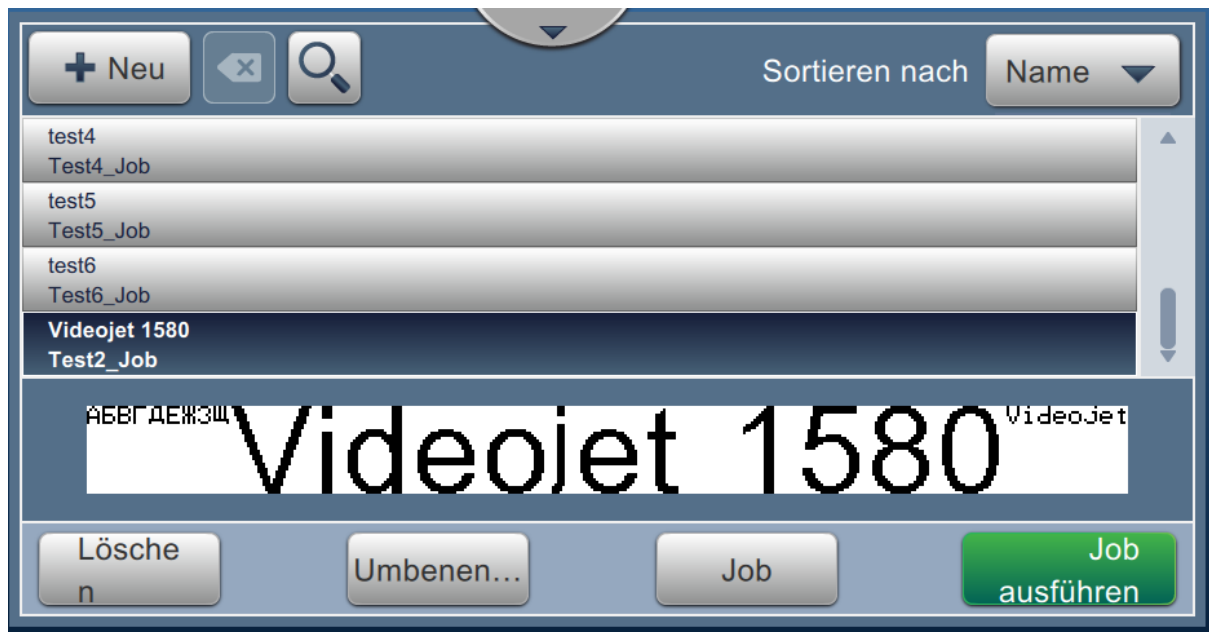

Abbildung 5-22: Auftragsliste
32. Der Auftrag „Videojet 1580“ wird der Auftragsliste hinzugefügt (siehe Abbildung 5-22).